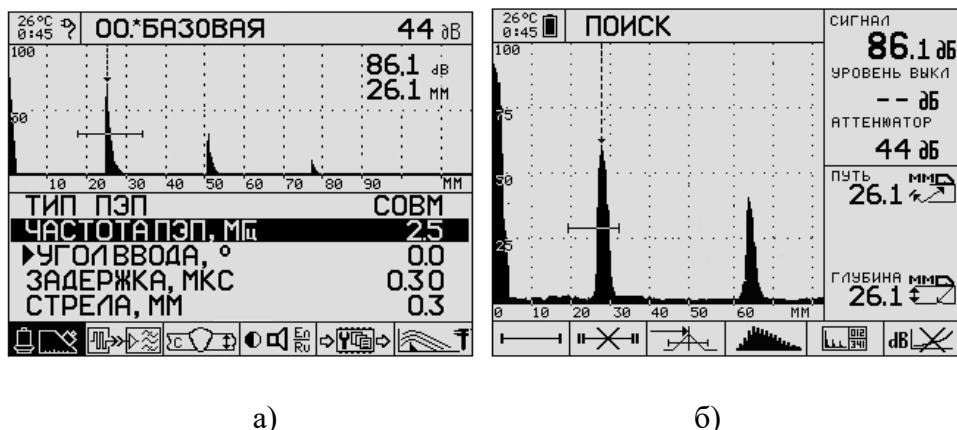

Рисунок 3.1 – Режимы работы дефектоскопа: а) режим ИЗМЕРЕНИЙ,
3.1.1 Включите дефектоскоп. Если дефектоскоп находится в режиме измерений (в верхней части экрана дефектоскопа индицируется одно из значений режима измерений: «ПОИСК», «ОБЗОР», «ЛУПА», «В-СКАН»), то нажатием MENU войдите в режим МЕНЮ (Рисунок 3.1 – Б).